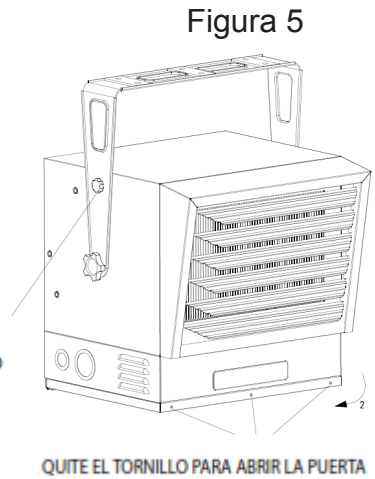

Figura 5
- 4) Si se desea que el calefactor esté en posición inclinada, se deben utilizar las ranuras tipo bocallave para posicionarlo correctamente; consulte la figura 5.
2. Para inclinar la unidad verticalmente, afloje los tornillos del soporte (consulte la figura 5).